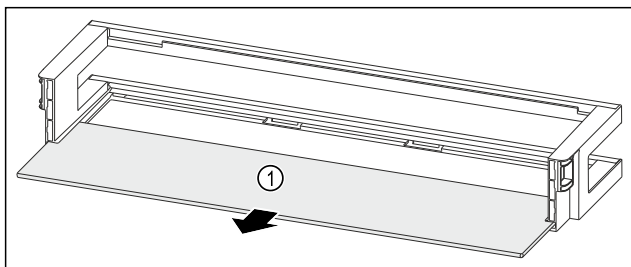

Fig. 64 Dveřní přihrádka s odkládací plochou
- Odkládací plochu Fig. 64 (1) odeberte.